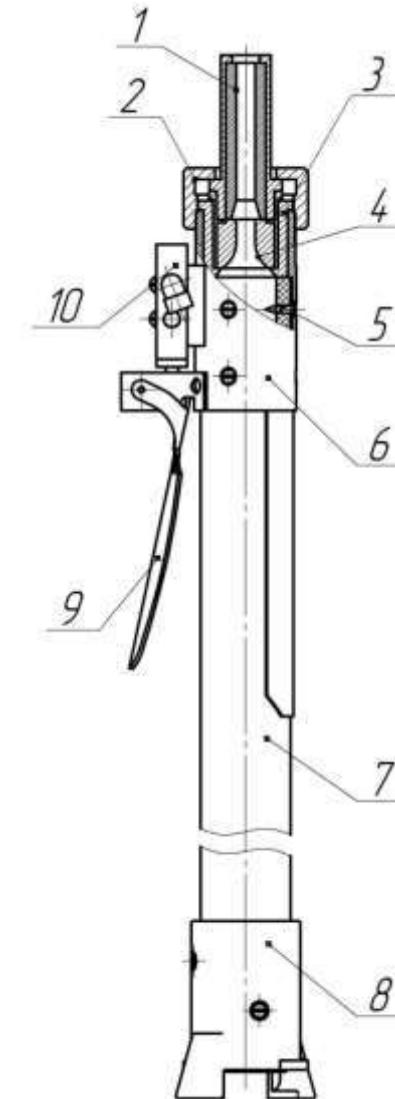
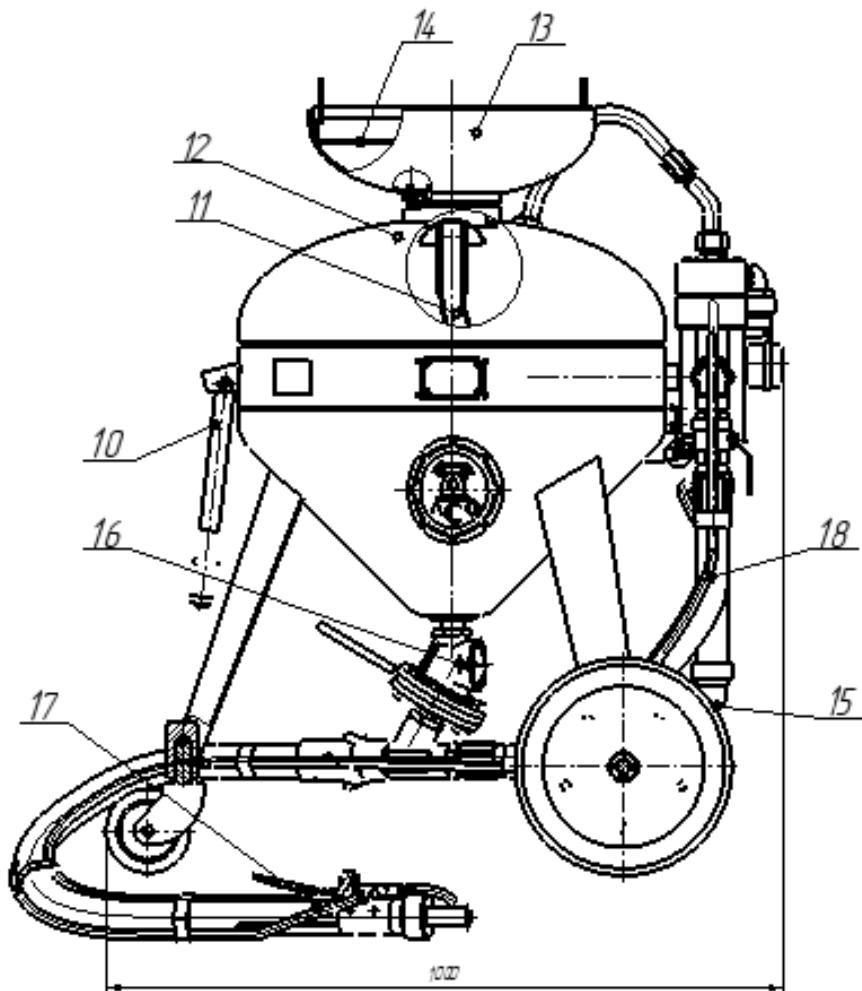
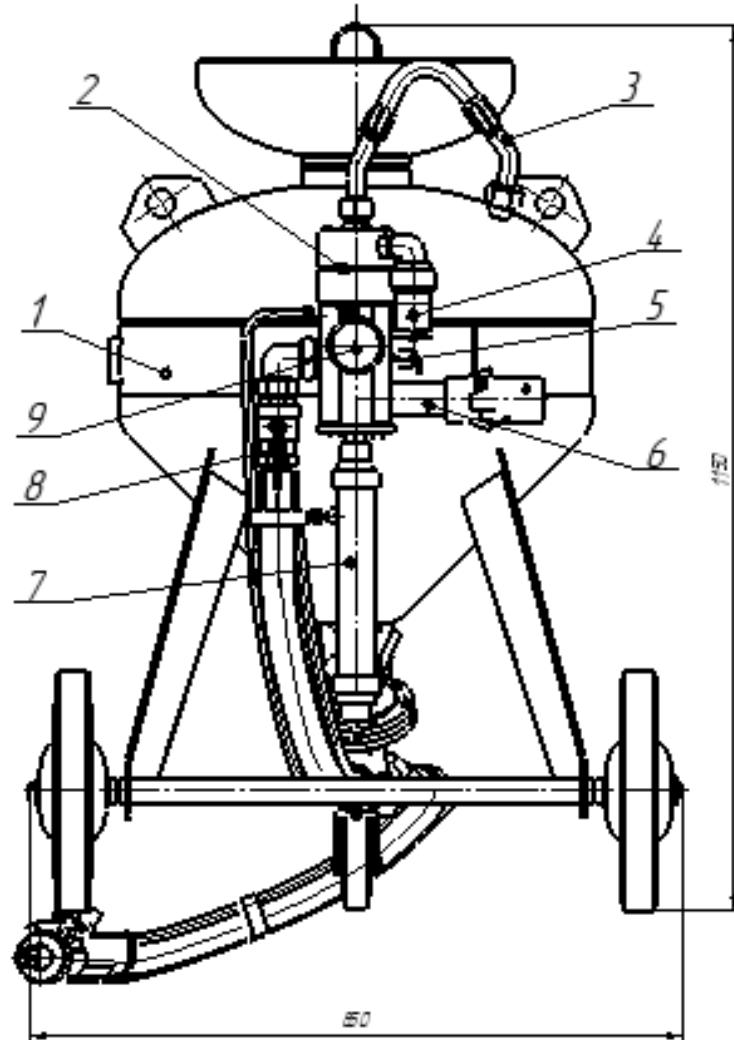

Рисунок 4. Напорный рукав.
Рисунок 2. Аппарат струйной очистки АСО-100.
Рисунок 1. Аппарат струйной очистки АСО-100.
3.1. Аппарат, рис.1, 2 состоит из следующих основных узлов: ресивер 1, загрузочный бункер 13, блок управления 2, дозатор 16, рукав напорный 17, рукава 3, 18.
4.1. Аппарат, рис.1, 2 представляет собой устройство, состоящее из ресивера 1, образующего рабочую камеру аппарата, загрузочного бункера 13 с сеткой 14, дозатора абразива 16, напорного рукава 17 и блока управления 2, обеспечивающего функциональное назначение аппарата.
**ВНИМАНИЕ:** Ежесменно, по окончании работы, необходимо слить воду из фильтра очистки воздуха 7 (рис. 1,2) через пробку сливную 15, находящийся на днище фильтра.
- 6.10. При незагруженном ресивере подать сжатый воздух в аппарат через патрубок 6 (рис.1). Нажимая на ручку 9 (рис.4) пневмораспределителя 10 убедиться в надежном срабатывании поршней блока управления, клапана загрузки, герметичности соединений рукавов и трубопроводов.
- 6.11. Отпустить ручку 9 (рис.4) и убедиться, что сжатый воздух из ресивера стравился в атмосферу через глушитель 4 (рис.1) и загрузочный клапан 12 (рис.2) опустился вниз, освободив загрузочное отверстие.
7.2. Рычагом дозатора 16 (рис.2) отрегулировать количество подаваемого абразива.